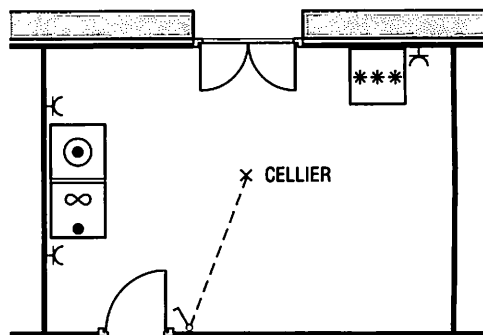

Fig. 4 : Plan architectural d'un cellier.
2. Établissez, d'après le plan de l'architecte, le schéma architectural de l'installation électrique d'un cellier comportant un lave-linge, un sèche-linge, un congélateur avec un éclairage central (fig. 4).